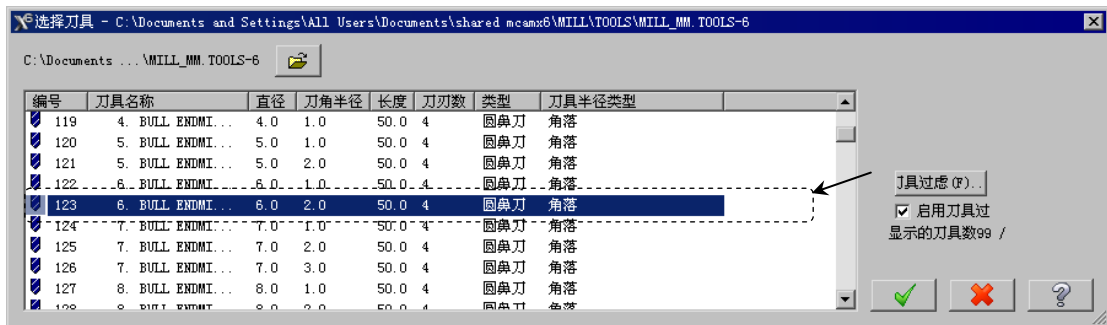

图 20.36 “选择刀具”对话框
Step5. 选择刀具。在“曲面残料粗加工”对话框中，单击 **选择刀具...** 按钮，系统弹出图 20.36 所示的“选择刀具”对话框，在该对话框的列表框中选择图 20.36 所示的刀具。单击 按钮，关闭“选择刀具”对话框，系统返回至“曲面残料粗加工”对话框。